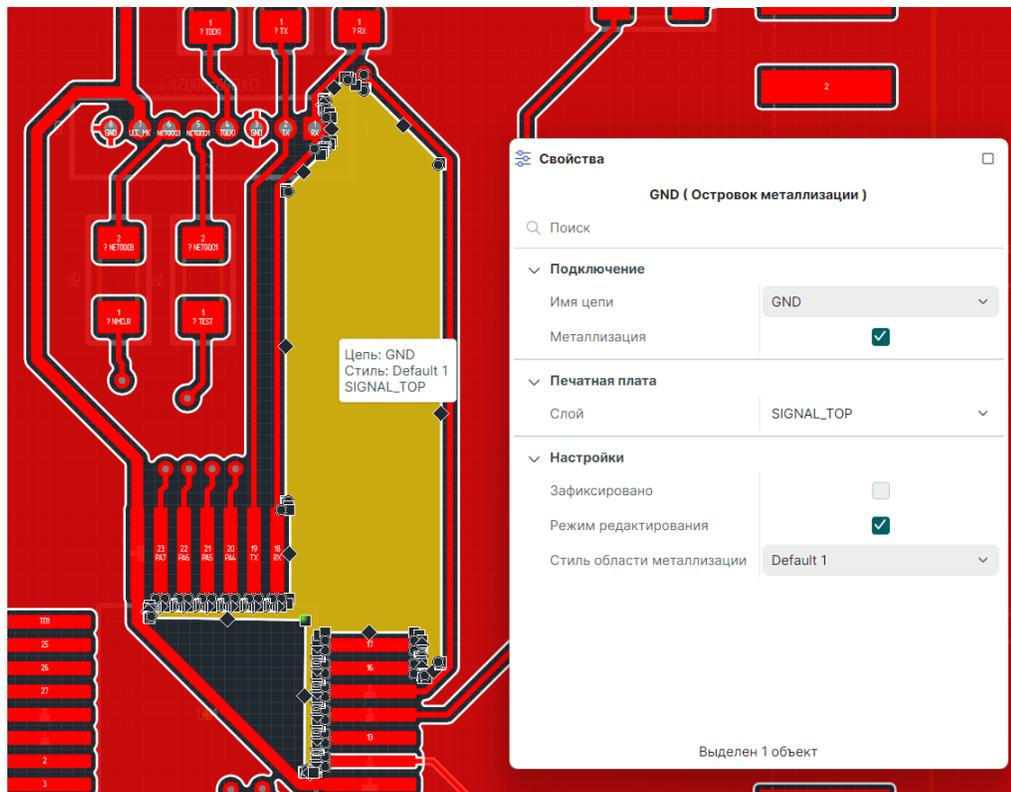

Рис. 463 Измененная геометрия островка металлизации
4. Завершите перемещение точек трансформации, геометрия островка изменена, см. Рис. 463.